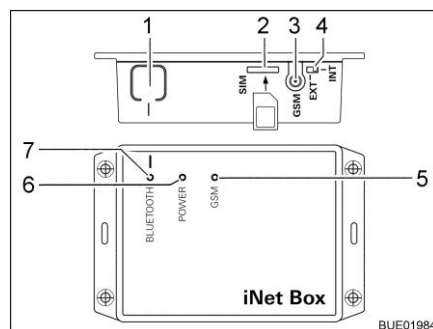

Bild 127 Truma iNet-Box
- Taste BLUETOOTH (Bild 127,1) an der iNet-Box 1 Sekunde lang drücken. Die Truma iNet-Box ist ca. 2 Minuten lang im mobilen Endgerät sichtbar (Name: "Truma iNet-Box"). In diesem Zeitraum blinkt die blaue LED BLUETOOTH (Bild 127,7).
- Mini-SIM-Karte mit eigener Rufnummer und ausreichendem Guthaben vorsichtig wie dargestellt in den Steckplatz (Bild 127,2) der Truma iNet-Box schieben, bis sie einrastet. Die rote LED GSM (Bild 127,5) muss dauerhaft blinken. Wenn die rote LED nach 20 Sekunden erlischt: Mini-SIM-Karte prüfen.